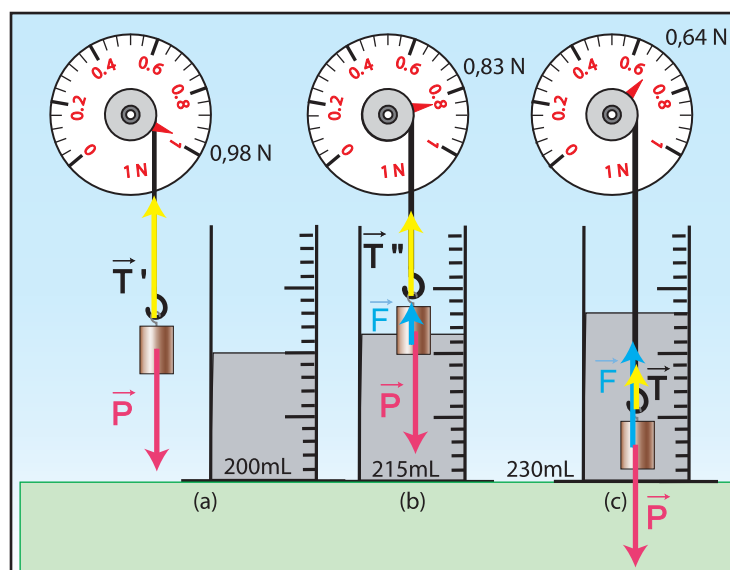

Fig .6
- Réalisons les expériences suivantes avec le même dispositif et un solide que l'on peut immerger totalement dans l'eau. (Fig.6)